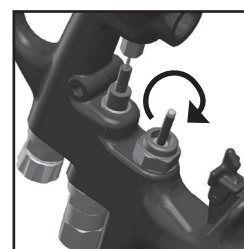

Fig. 24
10. Serrer la soupape d'air manuellement en premier, puis avec une clé de 14 mm. Serrer entre 18 et 22 pi-lb. (Voir fig. 24)